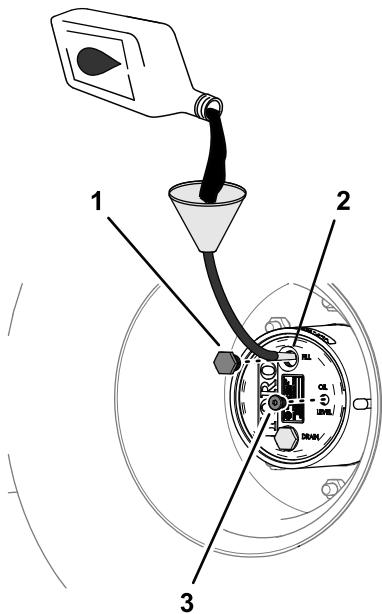

Figure 85
4. Si le niveau d'huile est trop bas, enlevez le bouchon de remplissage et ajoutez l'huile spécifiée jusqu'à ce qu'elle ressorte par le trou du bouchon de contrôle (Figure 85) ; voir Spécifications de l'huile du train planétaire (page 70).
6. Remettez en place les bouchons de remplissage et de contrôle (Figure 85).
1. Versez lentement l'huile pour engrenages spécifiée par l'orifice du bouchon de remplissage ; voir Figure 85 sous Contrôle du niveau d'huile du train planétaire \(page 70\).
3. Remettez en place les bouchons de remplissage et de contrôle ; voir Figure 85 sous Contrôle du niveau d'huile du train planétaire \(page 70\).